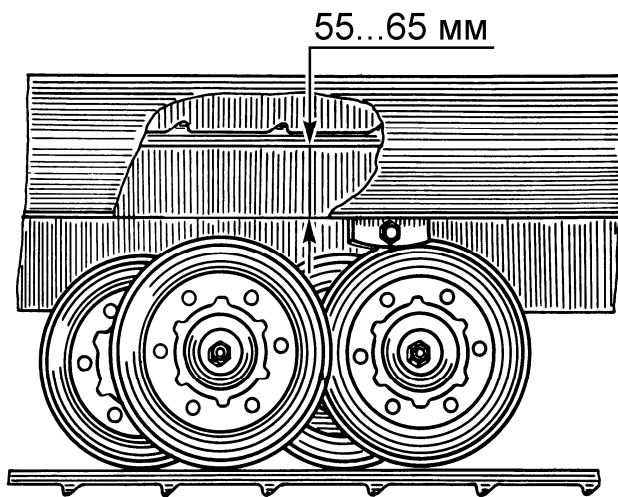

Рис. 21– Регулировка натяжения гусениц
- проверьте натяжение гусениц. Расстояние между внутренней поверхностью верхней ветви гусеницы и нижней поверхностью угольника рамы у второго кронштейна крепления катков балансиров впереди по ходу снегохода должно быть 55...65 мм (рис. 21);